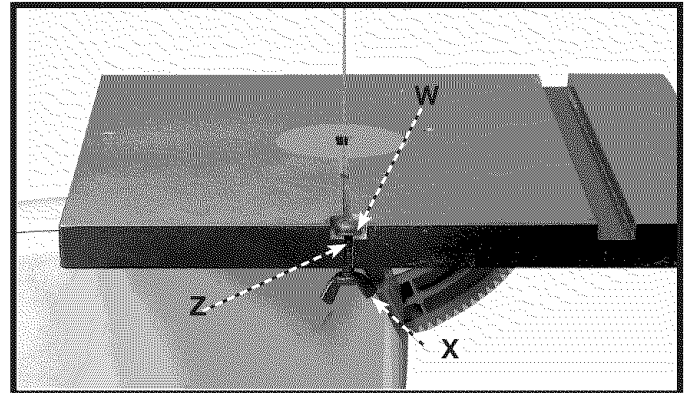

Fig. 17
2. Quite el tornillo de guarda, la arandela y la palomilla de la ranura de mesa (ve Fig. 17 detalle). Tenga cuidado para no perder estas partes.
- Vuelva a montar el del tornillo (W) Fig. 17 que fue quitado en el PASO 2, hacia abajo por hoyo en la mesa. Coloque el M6 arandela (Z) plana en el M6 X 30 Mm tornillo, entonces enhebra la palomilla M6 (X) en el tornillo (W) y aprieta seguramente.